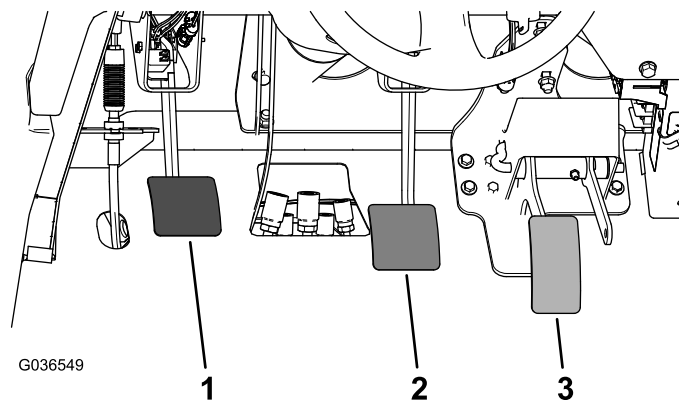

**Figure 60**
1. Retirez la goupille fendue et l'axe de chape qui fixent la chape du maître-cylindre au pivot de la pédale de frein (Figure 60).